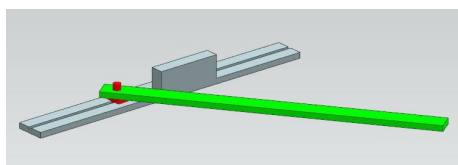

Рис.26
**Вариант 1:** остановите вращение зеленой штанги в момент, когда она коснется серого выступа (рис.26).